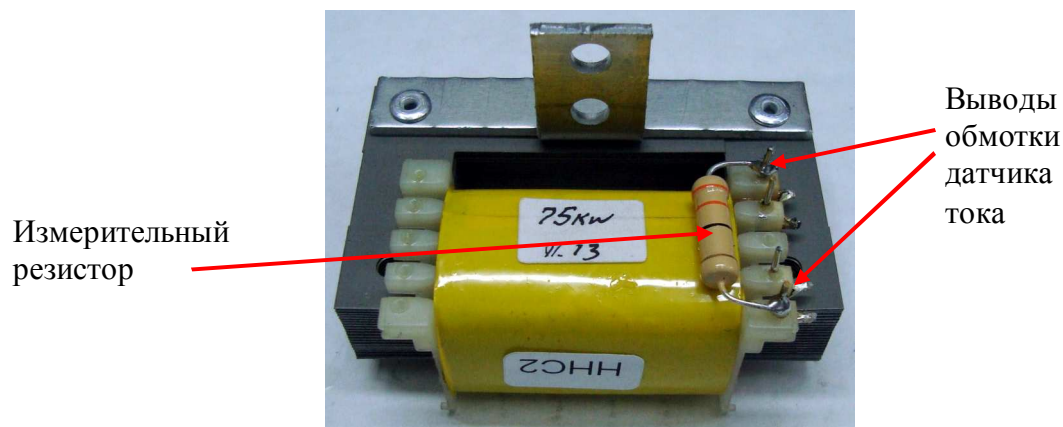

Рис. 4.12.
4.18.3. Отпаять один из выводов измерительного резистора от вывода обмотки датчика (рис. 4.12).